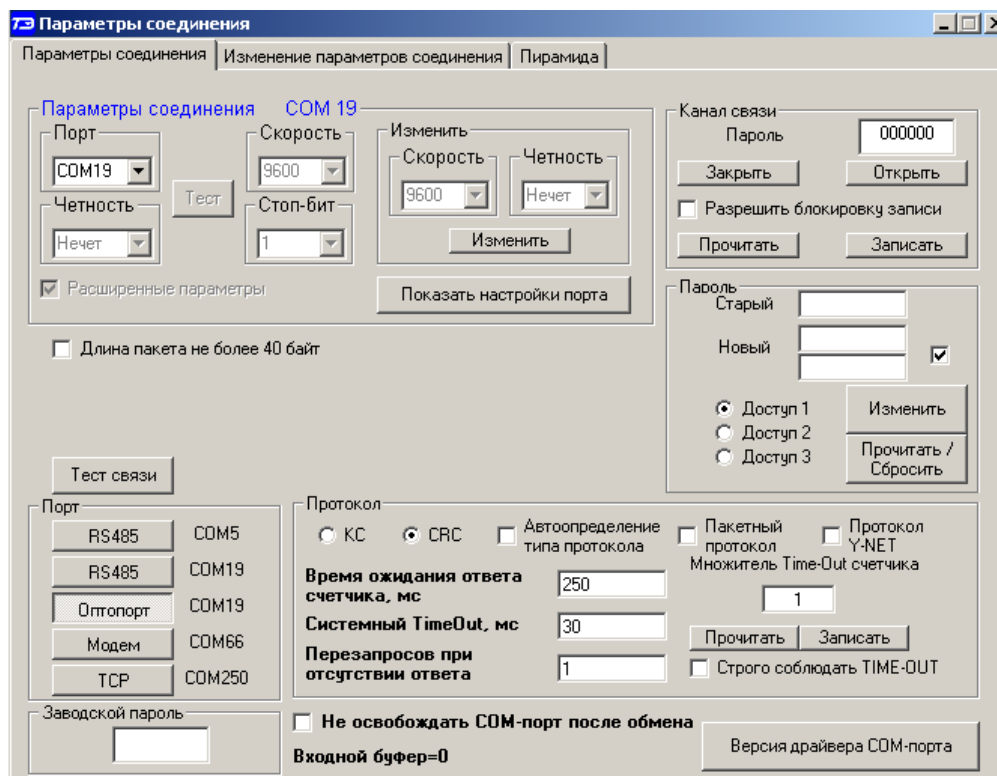

Рисунок 2 – Форма «Параметры соединения»
4.1 Для изменения коммуникационных параметров интерфейса RS-485 счетчика через интерфейс RS-485 нужно ввести значение скорости в окно «Скорость», значение бита паритета в окно «Четность» группы элементов «Параметры соединения»\«Изменить» и нажать кнопку «Изменить» (рисунок 2). В случае успешной операции изменения скорости обмена, ее значение автоматически записывается в окна настройки скорости компьютера.